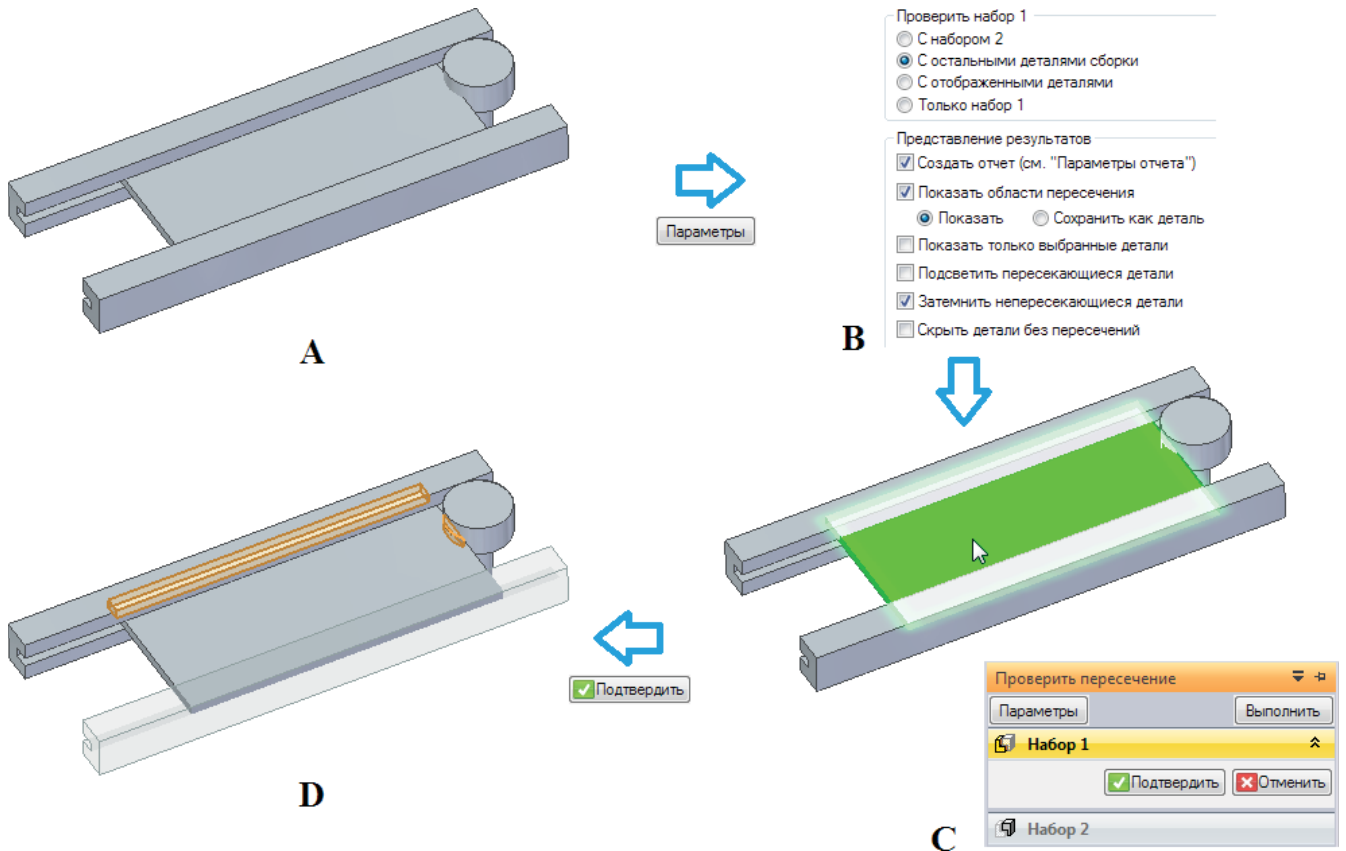

Рис. 2.7.40. Пример использования команды Проверить пересечение
Последовательность действий при работе с командой следующая (см. пример на рис. 2.7.40, где проверяется пересечение детали – платы с направляющими конвейера и ограничителем движения):
- подтвердить выбор нажатием соответствующей кнопки в меню команды, щелчком ПКМ или нажатием кнопки **Выполнено**. Результат представлен на рис. 2.7.40, D.